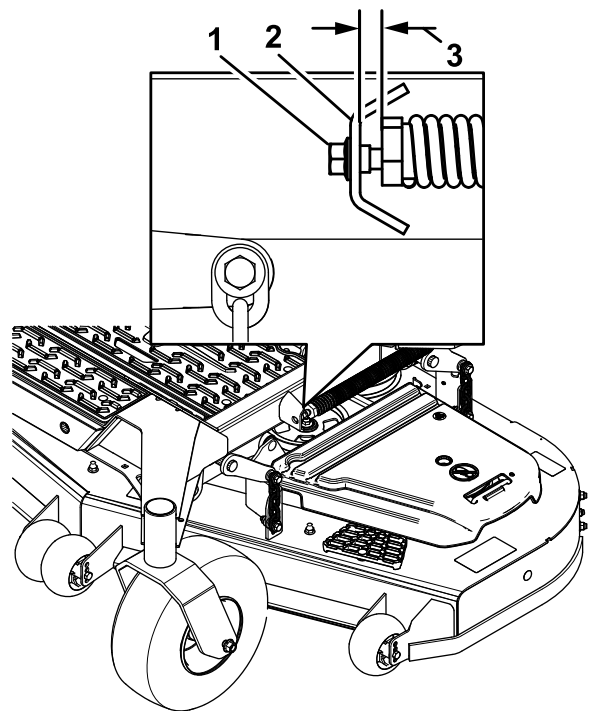

Figura 103
10. Afloje lentamente el tornillo de ajuste del muelle auxiliar de elevación hasta que pueda retirar el tornillo (Figura 103).